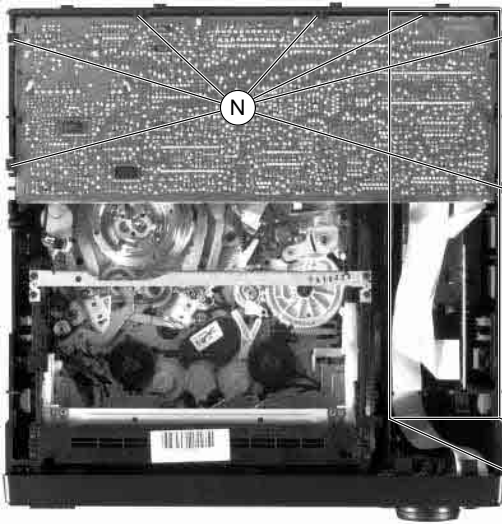

Fig. 6
- Rastnasen (N) lösen und Chassisplatte herausnehmen (Fig. 6).
- Release the locking lugs (N) and remove the Family Board (Fig. 6).